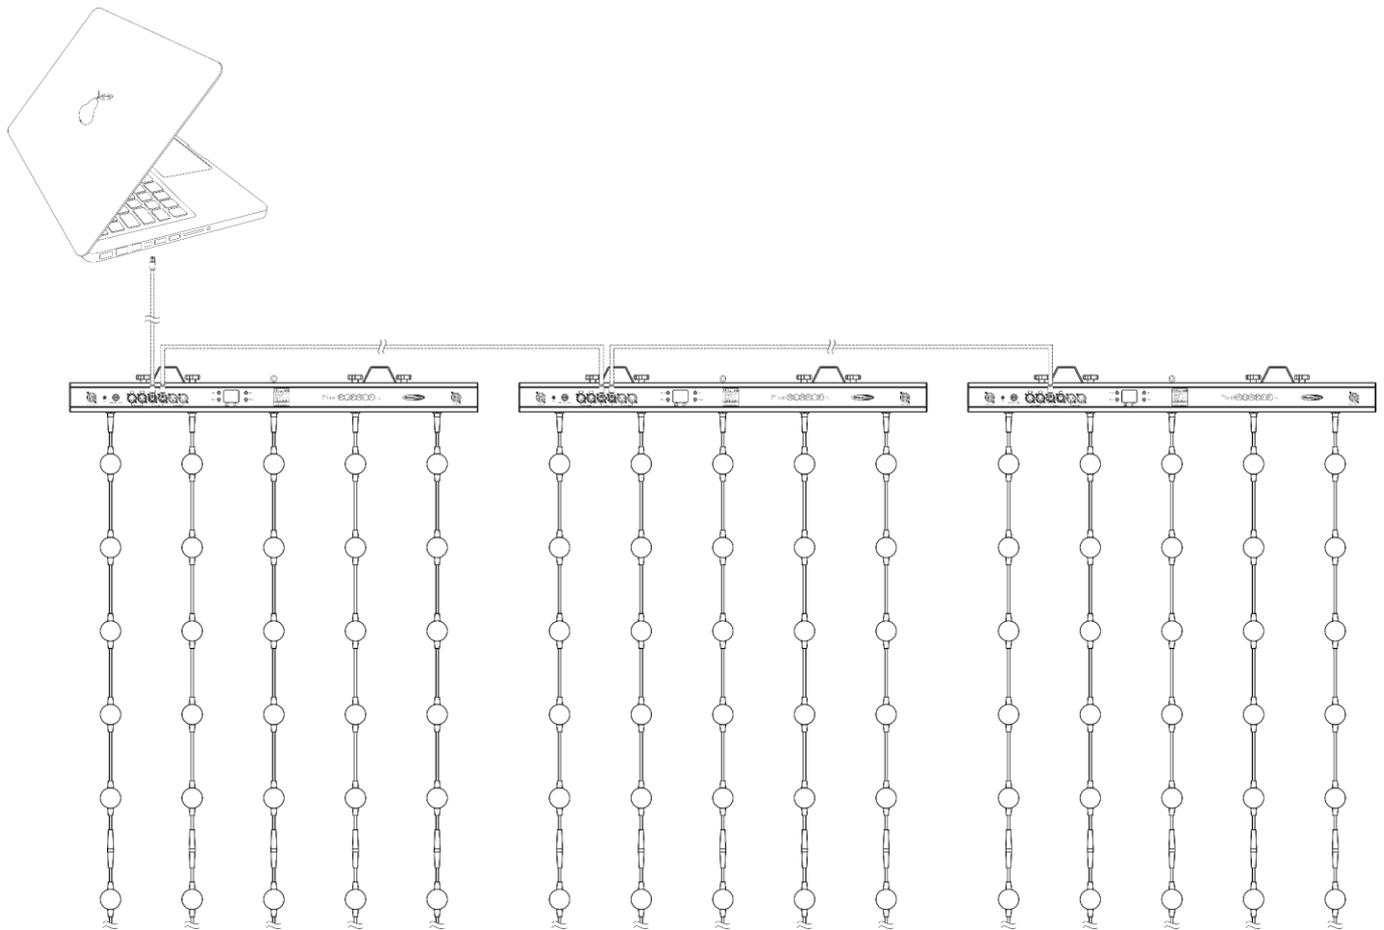

Fig. 10
- 03) Repita el paso 2 para todos los dispositivos como se indica en la Fig. 10.